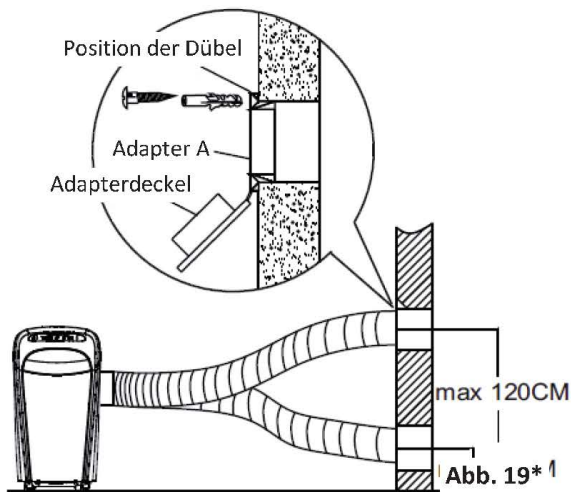

Abb. 19* 1
1. Bereiten Sie die Bohrung in der Wand. Montieren Sie den Abluftadapter A an der Wandaußenseite mit den 4 Dübeln und Holzschrauben. Schrauben Sie den Adapter gut fest. (Siehe Abb. 19*)